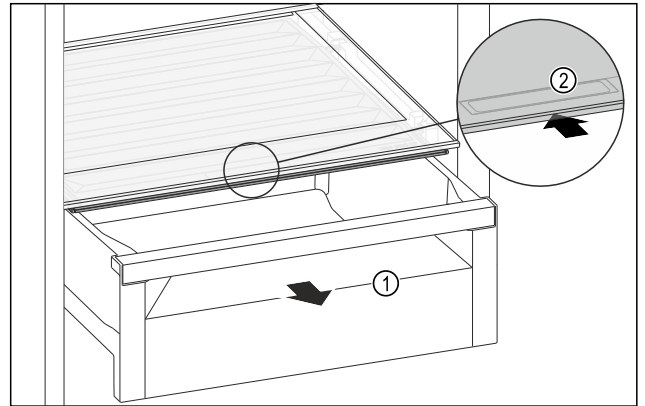

Fig. 146
- Retirer le tiroir Fig. 146 (1).
- Saisir la poignée encastrée Fig. 146 (2) du couvercle du compartiment et pousser le couvercle du compartiment vers l'arrière.